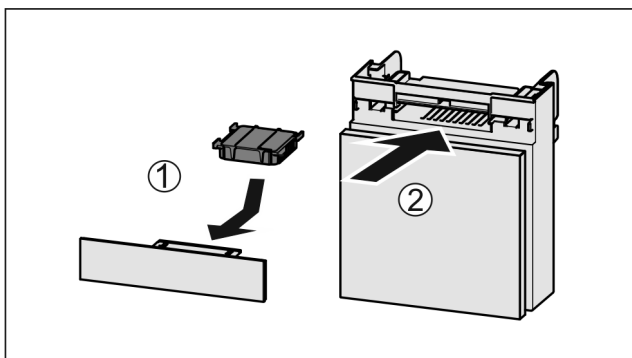

Fig. 103
- ▶ Umetnite filter s aktivnim ugljenom kao što je prikazano na slici Fig. 103 (1).
- ▶ Umetnite pretinac Fig. 103 (2).